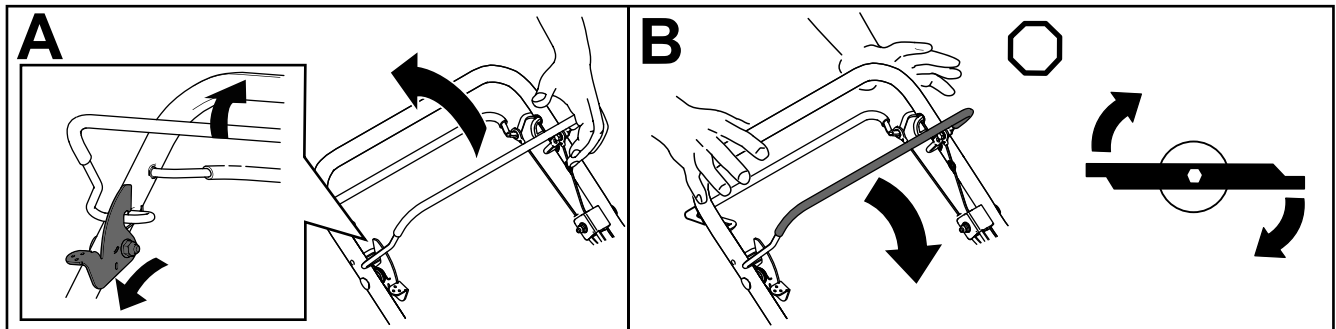

Figura 18
1. inei apăsată în față maneta de blocare de comandă pentru lamă pentru a elibera maneta de comandă pentru lamă (A din Figura 18).
pentru lamă; trebuie ca lama să fie cuplată (A din Figura 18).
3. Eliberai maneta de comandă pentru lamă pentru a decupla lama (B din Figura 18). Maneta de blocare de comandă pentru lamă se resetează pentru a bloca maneta de comandă pentru lamă.